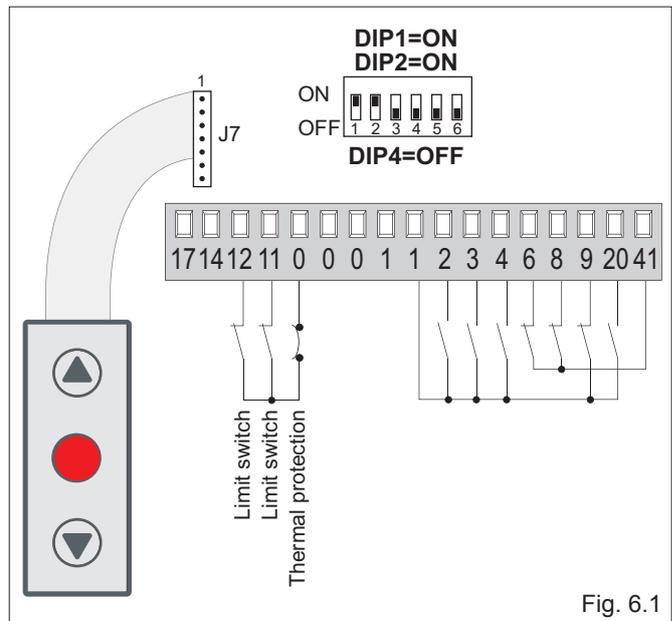

Fig. 6.1
— — Membrandruckknopftafel (PT3). Löst den Schließvorgang aus. Anm.: Den Verbinder der Druckknopftafel an J7 anschließen, wie in dem Beispiel der Abb. 6.1 gezeigt. Um das Öffnungsmanöver zu aktivieren, den Verbinder der Druckknopftafel an J7 um 180° gedreht anschließen.
(Fig. 6.1) Wenn der Schaltkreis bei Anwendungen für Antriebe von Trenntoren verwendet wird:
*Anm.: Die Druckknopftafel PT3 (Abb. 6.1) oder die Druckknopftafel PT4 (Abb. 6.2) kann an den Verbinder J7 angeschlossen werden.*